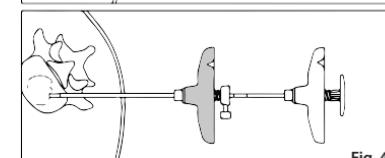

Fig. 4
- FIG. 4** Retire a Pega (B) e introduza o Empurrador (C). Empurre cuidadosamente o Empurrador (C), enquanto monitoriza o fluxo de cimento sob orientação por imagem, até que este encontre a extremidade do luer do Enchimento (A) para administrar todo o volume de cimento do Enchimento (A) (consulte a Tabela N.º 1).